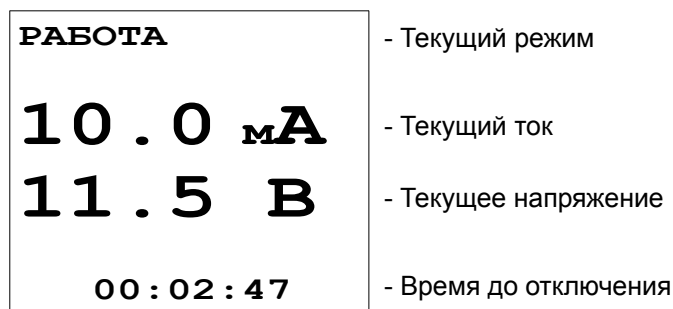

Рис. 4. Внешний вид дисплея в режиме «РАБОТА»
1.4.4 В режиме «РАБОТА» осуществляется выдача тока в соответствии с заданными параметрами. Если задано отличное от нуля время до автоматического отключения тока, то возврат из режима «РАБОТА» в режим «ЗАДАНИЕ» произойдет по истечении заданного времени, в остальных случаях источник перейдет из режима «РАБОТА» в режим «ЗАДАНИЕ» только по нажатию кнопки «СТОП». Внешний вид дисплея в режиме «РАБОТА» показан на рис. 4.